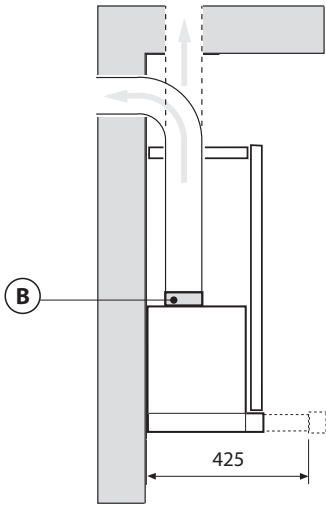
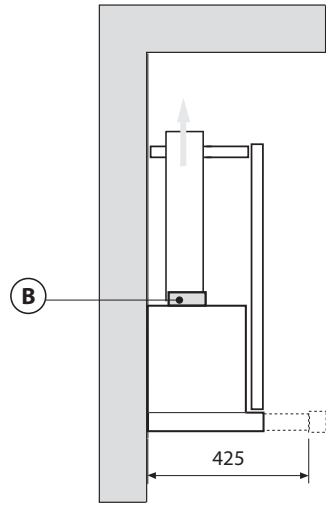
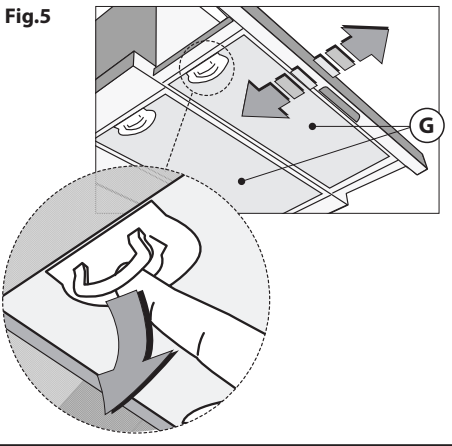

Fig.4
Fig.5
Fig.6
- Voordat u verder gaat met de montage dient u, om het apparaat makkelijker te kunnen verplaatsen, de anti-vefilter(s) te verwijderen (Afb.5).
De filters moeten op het zuigsysteem aan de binnenkant van de afzuigkap bevestigd worden, nadat deze gecentreerd zijn worden te geblokkeerd door een draai van 90° graden tot de sluitingsklik (fig. 6) . Om deze handeling uit te voeren de graat **G** (fig. 5) verwijderen. De lucht wordt weer in de ruimte afgevoerd via een verbindingsbuis door de kast en aangesloten aan de verbindingsring **B** (fig. 4).